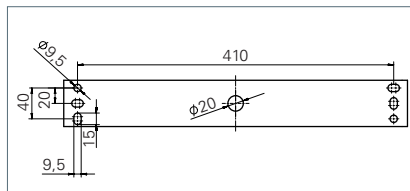

Fig. 7: Bohrbild.
- ▶ Montieren Sie die Halterung mit geeigneten Schrauben an die Wand oder Decke, siehe Fig. 7.